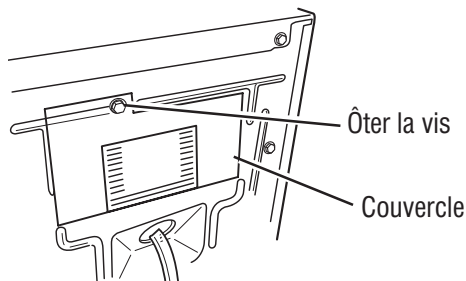

Figure 12 - Retirer le couvercle.
- 2.** Retirer le couvercle qui se trouve sur le coin supérieur droit à l'arrière de la sècheuse. Voir figure 12.
2. Retirer le couvercle qui se trouve sur le coin supérieur droit à l'arrière de la sécheuse. Voir figure 12, page 38.